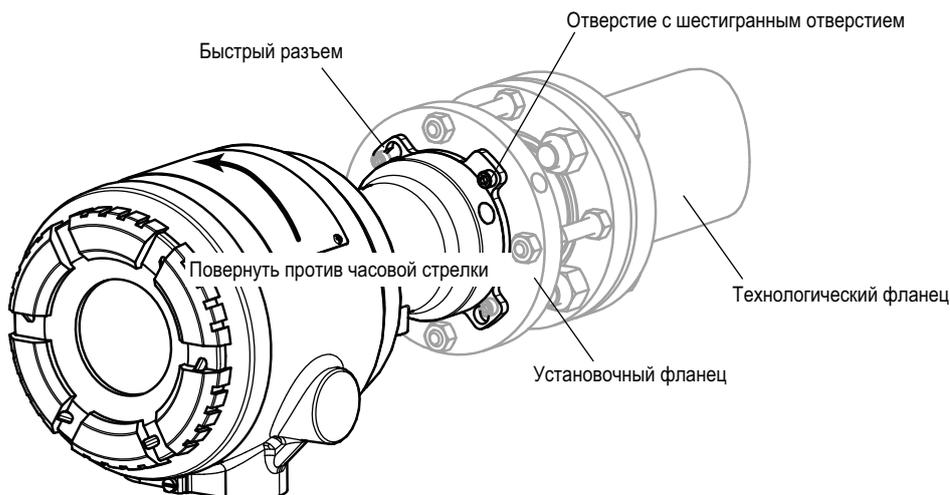

Рисунок 9.9 Снятие с технологического процесса
- (1) С помощью шестигранного ключа (5 мм), снимите только верхний правый винт быстрого разъема (смотрите Рисунок 9.9).
- (2) Ослабьте остальные винты (верхний левый, нижний левый и нижний правый).
- (3) Медленно поверните анализатор TDLS8000 против часовой стрелки, чтобы снять его с установочного фланца.